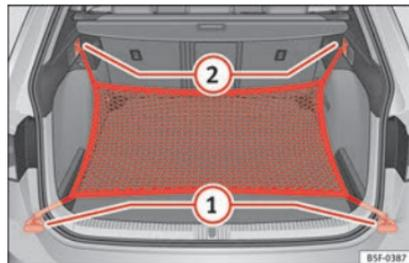

Fig. 178 Dans le coffre à bagages : œillets ① et crochets ② pour accrocher le sac pour filet (modèle LEON ST).
- Fixez les crochets courts du filet aux œillets d'amarrage » fig. 178 ① » » ⚠. La fermeture à glissière du sac doit rester vers le haut.
- Fixez les rubans aux crochets pour accrocher des sacs ②.